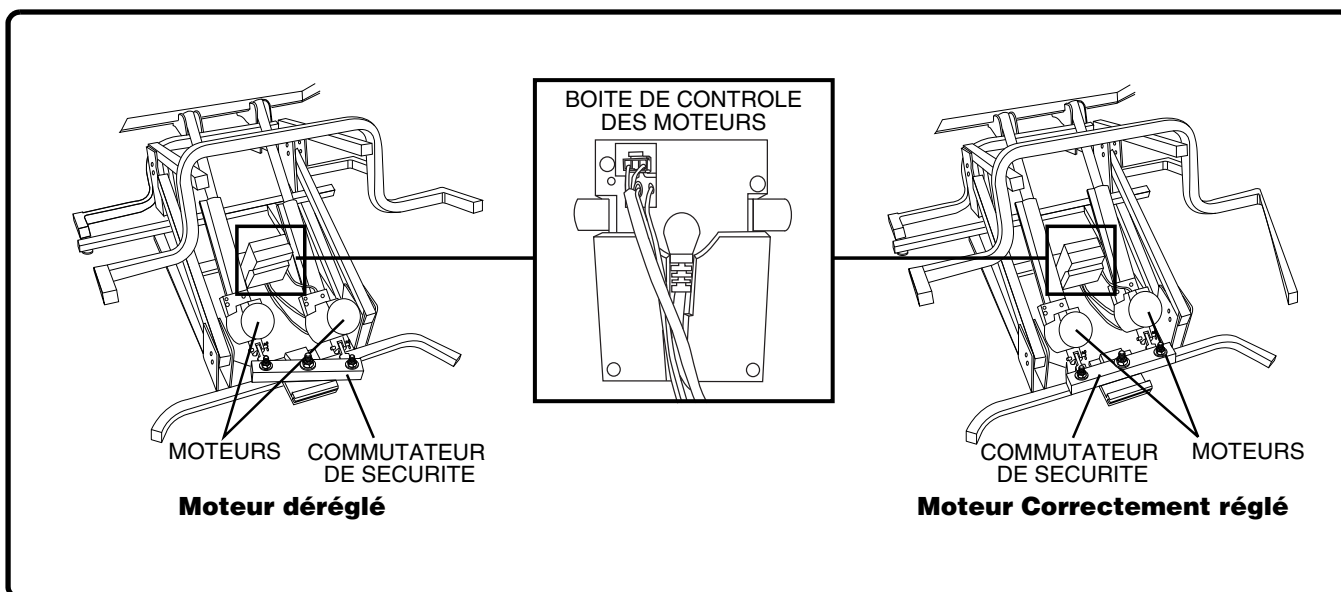

Figure 6.1 Synchronisation des Moteurs
1. Pesez sur le bouton de la manette dans un sens ou dans l'autre. Si le fauteuil refuse de fonctionner, vérifiez l'état du commutateur de sécurité à pression pour voir si il a été activé. Un moteur dérégulé montrera un extension plus longue que la normale et un commutateur de sécurité enfoncé (**Fig. 6.1**).
2. Si un des moteurs est dérégulé, débranchez l'un des deux connecteurs rouges de la boîte de contrôle des moteurs (**Fig. 6.1**).
3. Pesez sur le bouton "UP" jusqu'à ce que le fauteuil soit élevé au maximum. Ceci rétablira le réglage du moteur (**Fig. 6.1**).
4. Rebranchez le connecteur rouge sur la boîte de contrôle des moteurs (**Fig. 6.1**).